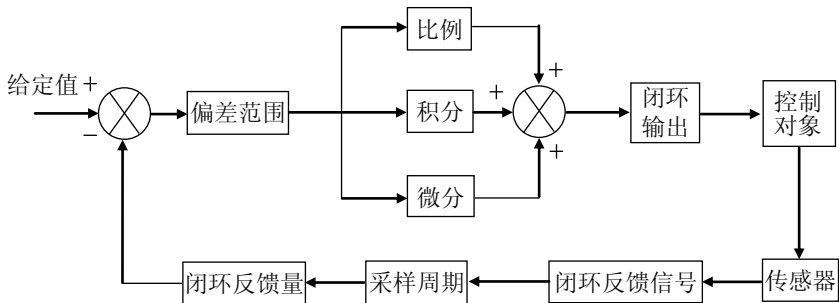

图 6-36 单一 PID 运行
- 当 FA-00=0 时,为单一 PID 运行,如图 6-36 所示: